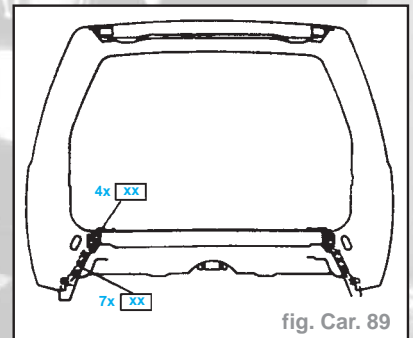

fig. Car. 89
- les panneaux latéraux extérieurs arrière de la barre arrière - chasser à la perceuse (fig. Car. 89).
- les panneaux latéraux extérieurs arrière (fig. Car. 89).